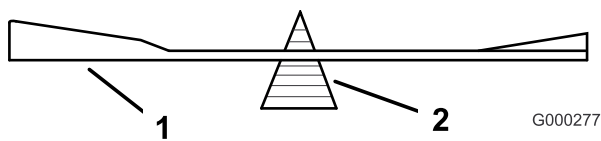

Figura 72
2. Verifique el equilibrio de la cuchilla colocándola sobre un equilibrador de cuchillas (Figura 72).